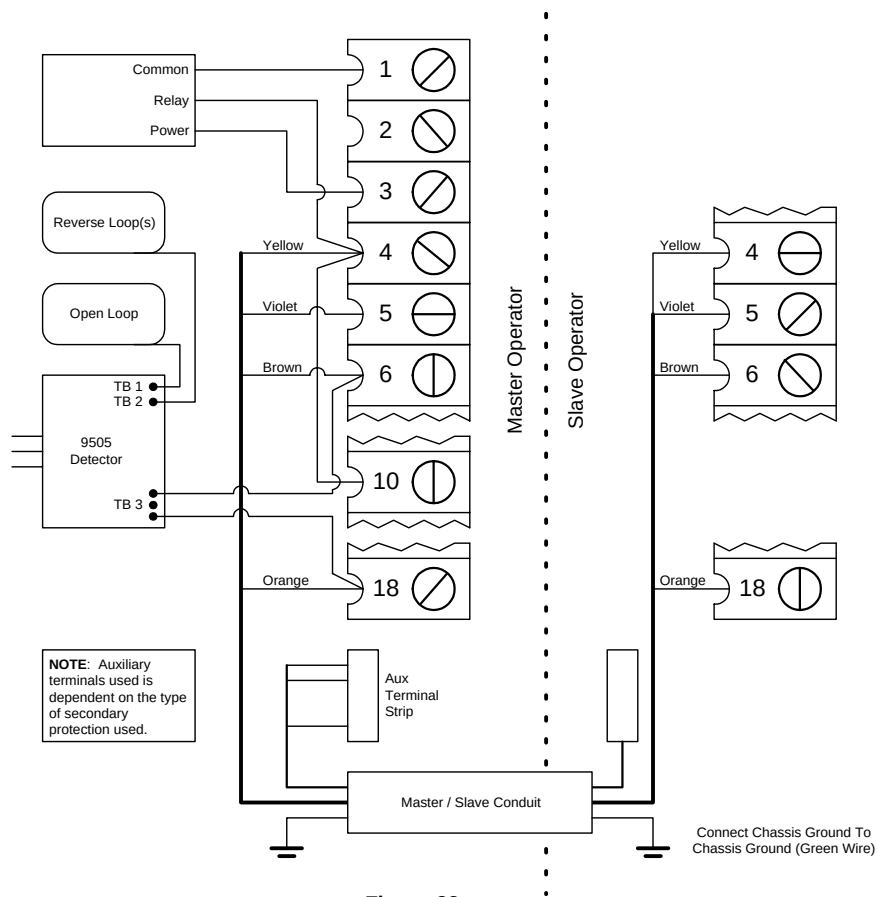

Figura 32
1. Conecte el alambrado maestro /esclavo (terminales 4, 5, 6, 18) como se muestra figura 32. Estar seguro que la potencia para ambos operadores esté OFF.
3. Enchufe el detector de metal 9405 al puerto del loop OPEN. Conecte las puntas desde el loop OPEN al TB 1. Conecte las puntas desde el(los) loop(s) INVERSO (s) al TB 2. Conecte TB 3 Normal y Open (N.O.) a terminal 6. Conecte TB 3 Common (C) a terminal 18.
4. Conecte el radioreceptor como se muestra. Note que el (NO) de rele del radioreceptor se conecta a la terminal 4.